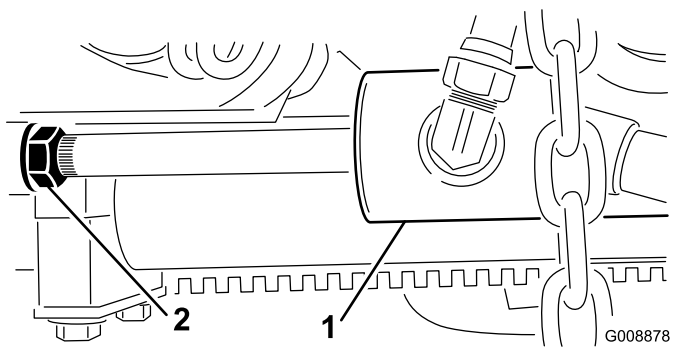

Figure 27
- Desserrez l'écrou de blocage sur le vérin (Figure 27).